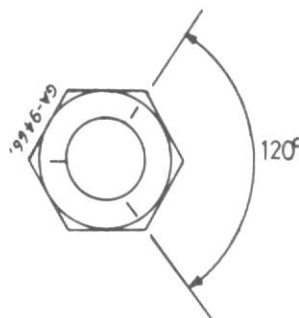

Figure 144
- 2. Continuez de serrer les écrous jusqu'à 120° correspondant à deux plats de l'écrou, fig. 144.